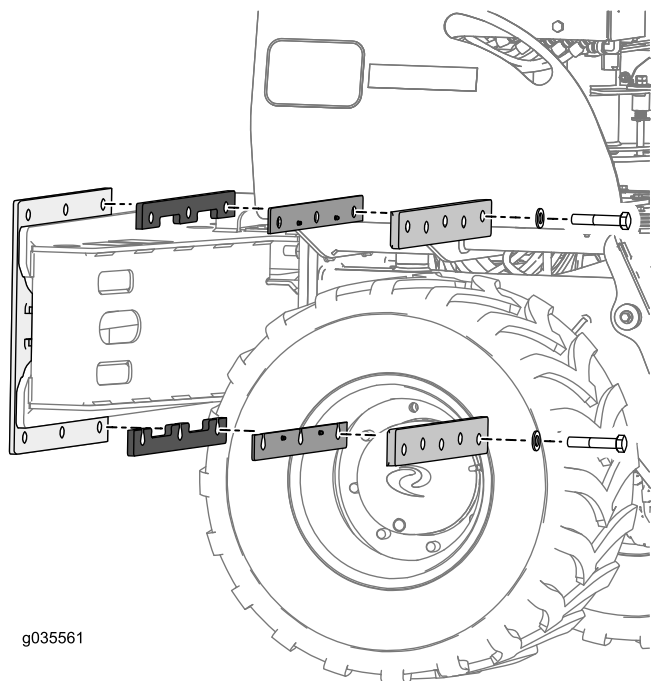

Figura 4
7. Instale os espaçadores superior e inferior na placa de suporte do acessório de deslocamento, fixando-os com os 2 parafusos ($\frac{3}{4}$ " x 4") e 2 arruelas, como ilustrado na Figura 4.